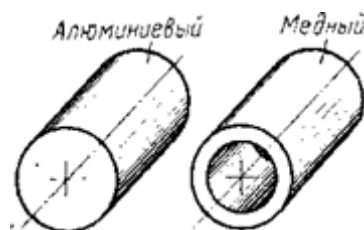

Рис.13
10. Алюминиевый сплошной цилиндр и медный полый (рис. 13) имеют одинаковые массы и размеры (длину и наружный диаметр). У которого из этих цилиндров момент инерции относительно геометрической оси больше?